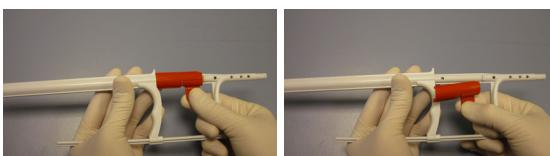

Figure 3 – Manipulation du verrou de transport
- Le stent auto-expansile est contraint dans l'espace entre la lumière de fil-guide et la gaine de placement de stent. Le mouvement indésirable du stent pendant le retrait de la gaine est prévenu par le dispositif de placement. La gaine de placement de stent comporte une zone radio-opaque à son extrémité distale. La pointe est également radio-opaque. Les stents chargés sont localisés par des marqueurs radio-opaques proximal et distal. Avant le déploiement, le verrou de transport (Figure 3) doit être enlevé et éliminé.